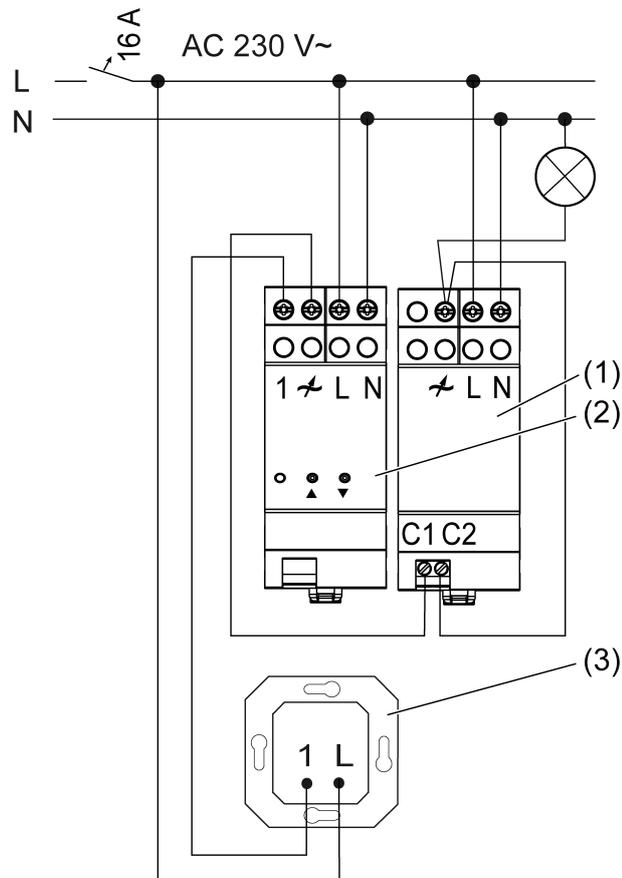
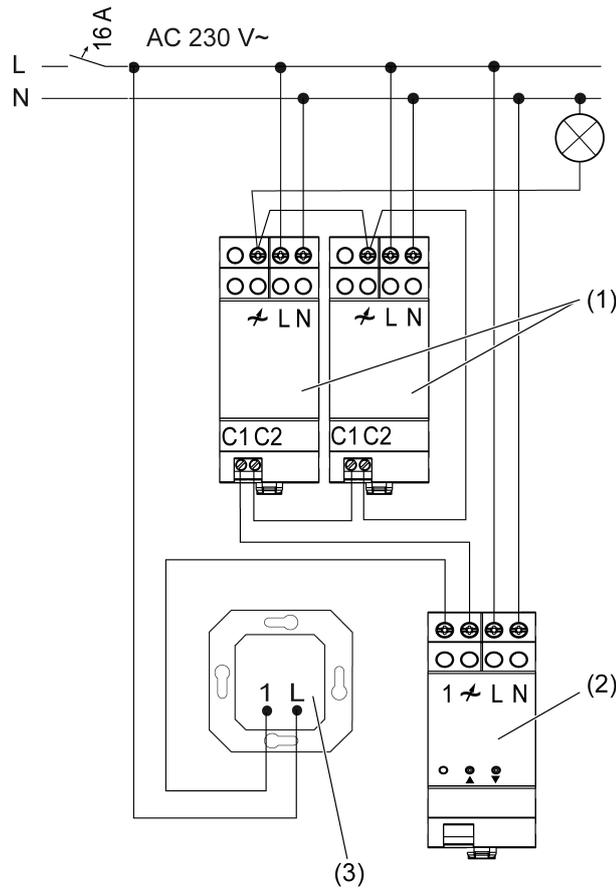

Bild 1: Anschlussbeispiel mit einem Leistungszusatz
Bild 2: Anschlussbeispiel mit zwei Leistungszusätzen
- Leistungszusatz auf Hutschiene aufrasten und gemäß der Anschlussbeispiele anschließen, Dimmer mit einem Leistungszusatz (Bild 1), Dimmer mit mehreren Leistungszusätzen (Bild 2).